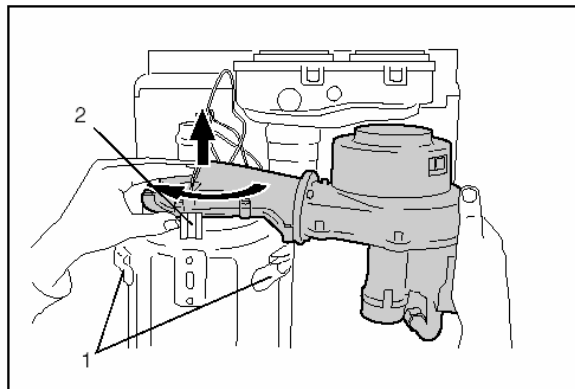

fig. 34 Demontering av gas/luftenheten
Gasluftenheten kan bara demonteras om den vrids ett kvarts varv (bajonettfattning) (fig.34.pos.2) och därefter lyfts ur värmeväxlaren.
- Värmeväxlarens framsida kan nu demonteras genom att lossna knäpplåsen (fig.34, pos.1)